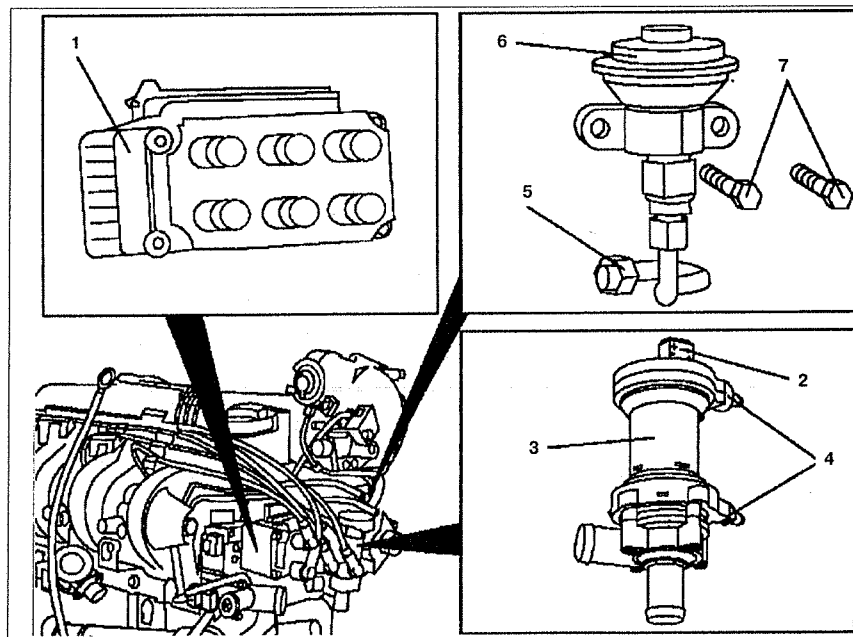

Рис. 3.45. Клапан рециркуляции отработавших газов (EGR):
1. Снимите катушку зажигания 1 (см.рис.3.45).